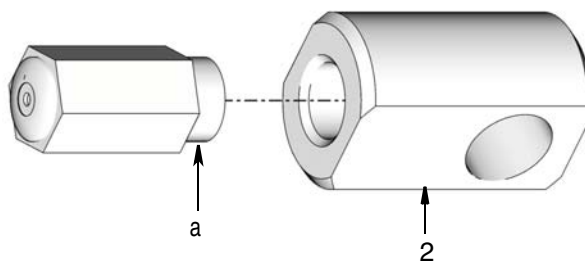

FIG. 2
3. Aplique aislante de roscas (suministrado por el usuario) a las roscas de la válvula de alivio de la presión (a) (FIG. 2).
4. Instale la válvula de descompresión (a) en el adaptador banjo (2). Apriete con llave (FIG. 2).